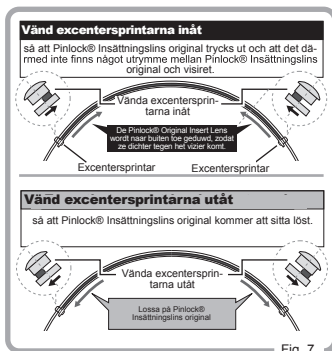

Fig. 7
- ① Avlägsna visiret från hjälmen och avlägsna Pinlock® Insättningslins original från visiret.
- ② Justera excentersprintarna genom att vrida på dem med ett verktyg. (Fig. 7)
- ③ Sätt tillbaka Pinlock® Insättningslins original på visiret. Se till att det inte finns något utrymme mellan Pinlock® Insättningslins original och visiret när du har satt på visiret på hjälmen. Om det finns något utrymme, var god gör om samma procedur igen.